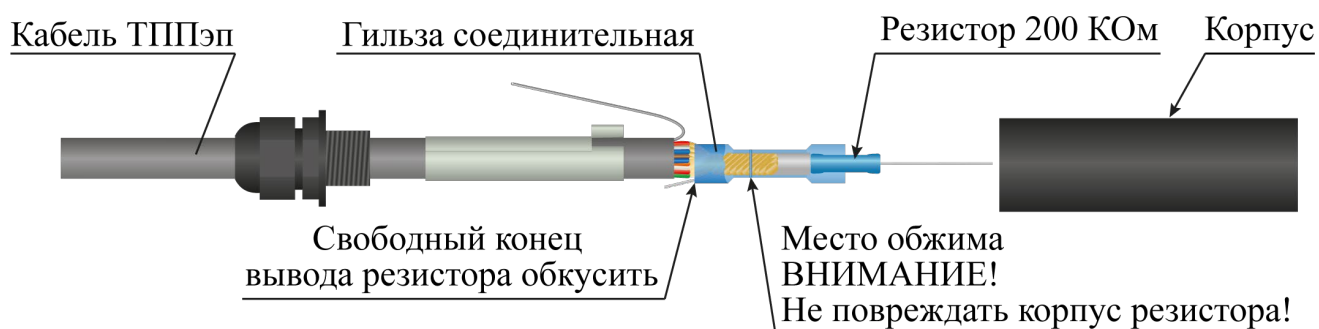

Рисунок 4.26
- гильзу обжать с помощью специального инструмента (рекомендуется применять клещи обжимные КО-01 или аналог) со стороны кабеля ТППЭп, не повреждая корпус резистора (рисунок 4.26) (**обжатие пассатижами не обеспечивает требуемого качества электрического контакта**);